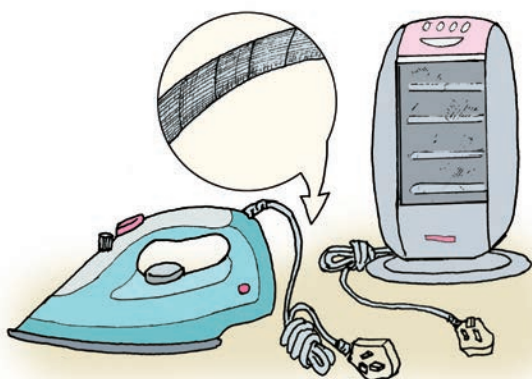

图 0-20
(7) 供电导线的粗细应符合要求。电热器电源线应选用棉编织物护套线(图 0-20)。
(8) 不使用超过使用年限的电器。